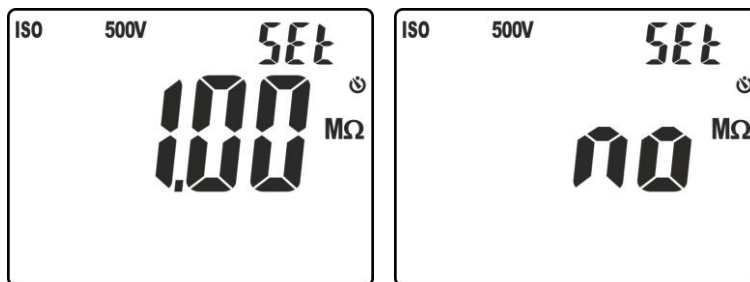

Fig. 16: Impostazione soglia limite nella misura di isolamento
5. Premere i tasti $\nabla/\text{☼}$ o $\blacktriangle/\text{ZERO}$ per selezionare il valore tra le opzioni: **0.10MΩ**, **0.230MΩ**, **0.50MΩ**, **1.00MΩ**, **100MΩ**, **no**. L'opzione "no" indica la non impostazione della soglia (vedere Fig. 16)
4. Premere e tenere premuto il tasto **VTEST/LIM** (>2s) per impostare la soglia limite minima sulla misura. Il simbolo "Set" lampeggia a display. Premere i tasti **▼/☼** o **▲/ZERO** per selezionare il valore tra le opzioni: **0.10MΩ, 0.230MΩ, 0.50MΩ, 1.00MΩ, 100MΩ, no**. L'opzione "no" indica la non impostazione della soglia (vedere Fig. 16)
4. Premere e tenere premuto il tasto **VTEST/LIM** (>2s) per impostare la soglia limite minima sulla misura. Il simbolo "Set" lampeggia a display. Premere i tasti **▼/⚡** o **▲/ZERO** per selezionare il valore tra le opzioni: **0.10MΩ, 0.230MΩ, 0.50MΩ, 1.00MΩ, 100MΩ, no**. L'opzione "no" indica la non impostazione della soglia (vedere Fig. 16)